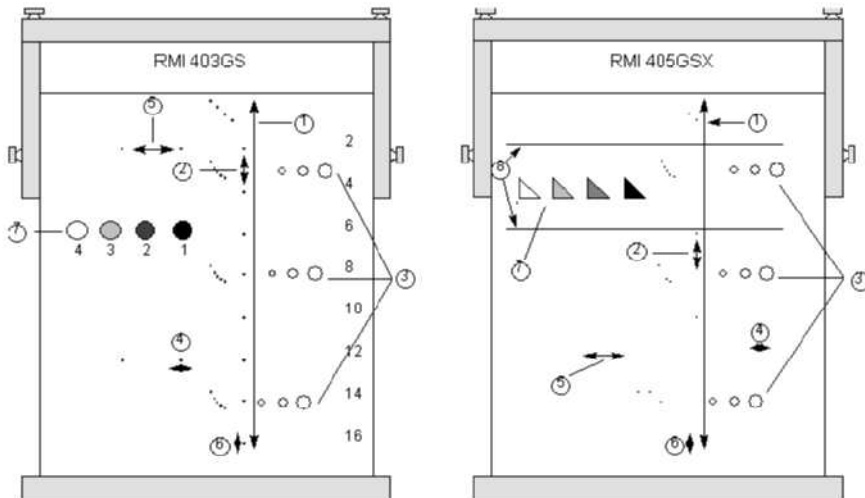

Figure 18-13. Fantômes
Description	Les mesures axiales sont les mesures de la distance obtenues le long du faisceau acoustique. Pour plus d'informations, voir Figure 18-13.
Description	Les mesures latérales sont des mesures de la distance obtenues de façon perpendiculaire à l'axe du faisceau acoustique. Pour plus d'informations, voir Figure 18-13.
Description	<p>La résolution axiale est l'espace de réflexion minimum entre deux objets rapprochés au plus près pour produire une légère réflexion le long de l'axe du faisceau acoustique. Elle peut également être contrôlée en vérifiant la hauteur des cibles connues. Pour plus d'informations, voir Figure 18-13.</p> <p>La résolution axiale est influencée par la section de transmission du système et de la sonde.</p>
Description La résolution latérale est l'espace de réflexion minimum entre deux objets rapprochés au plus près pour produire de légères réflexions perpendiculaires à l'axe du faisceau acoustique. Elle peut également être contrôlée en vérifiant la largeur des cibles connues. Pour plus d'informations, voir Figure 18-13.
Description	<p>La pénétration est la capacité d'un système d'imagerie à détecter et à afficher de faibles échos générés par de petits solides dans une grande profondeur. Pour plus d'informations, voir Figure 18-13.</p> <p>La pénétration peut être influencée par certains éléments du système :</p> <ul style="list-style-type: none">• Emetteur/récepteur• Degré de focalisation de la sonde• Atténuation du milieu• Profondeur et forme du solide réflecteur• Interférences électromagnétiques de l'environnement local.
Description	<p>La résolution fonctionnelle est la capacité d'un système d'imagerie à détecter et à afficher la taille, la forme et la profondeur d'une structure anéchogène par opposition à une cible. Pour plus d'informations, voir Figure 18-13.</p> <p>Il est moins important d'obtenir la meilleure image possible que d'avoir une reproductibilité et une stabilité durables dans le temps. Des tests réguliers effectués avec les mêmes paramètres doivent générer des résultats identiques.</p>
Description	<p>La résolution de contraste est la capacité d'un système d'imagerie à détecter et à afficher la forme et les caractéristiques échogènes d'une structure. Pour plus d'informations, voir Figure 18-13.</p> <p>Les valeurs spécifiques mesurées sont moins importantes que la stabilité dans le temps. Des tests réguliers effectués avec les mêmes paramètres doivent générer des résultats identiques.</p>
- Description** Une reprographie médiocre entraîne la perte des échos de faible niveau et un manque de contraste entre les échos de grande amplitude. Pour plus d'informations, voir Figure 18-13.